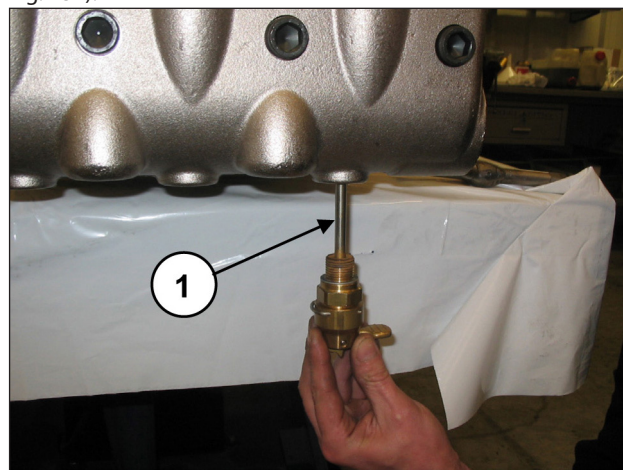
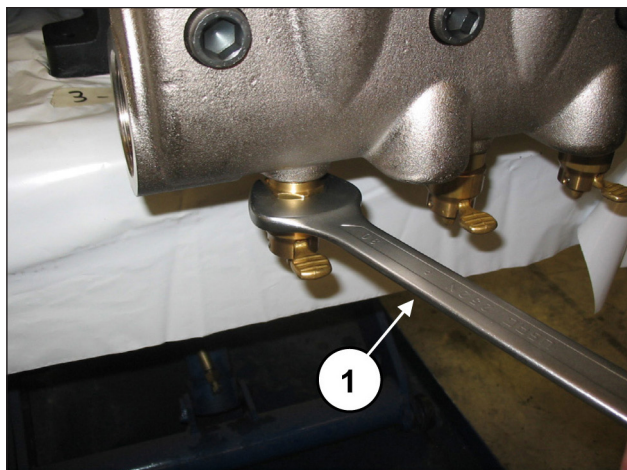

Fig. 130
Fig. 131
Serrer les vis M16x55 du couvre-soupapes à l'aide d'une clé dynamométrique, en suivant les indications du chapitre 3. Monter les dispositifs d'ouverture des soupapes (rep. ①, Fig. 130) et les visser à l'aide d'une clé de 30 mm (rep. ①, Fig. 131).